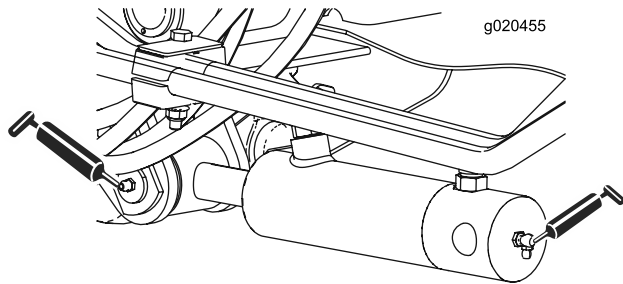

Figura 41
- Casquilhos do cilindro do braço de elevação (2 cada) (Figura 41)